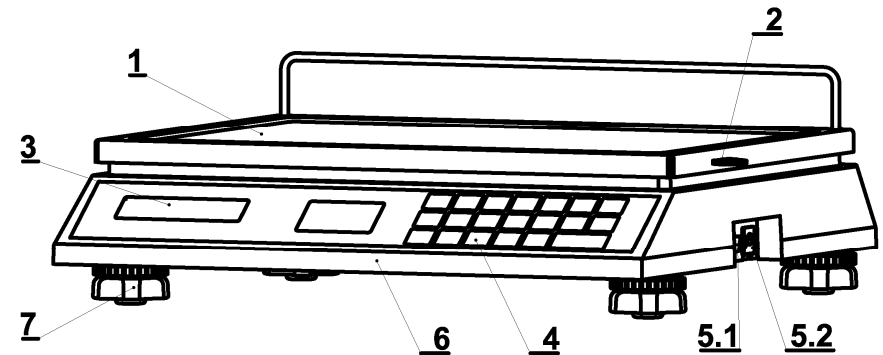
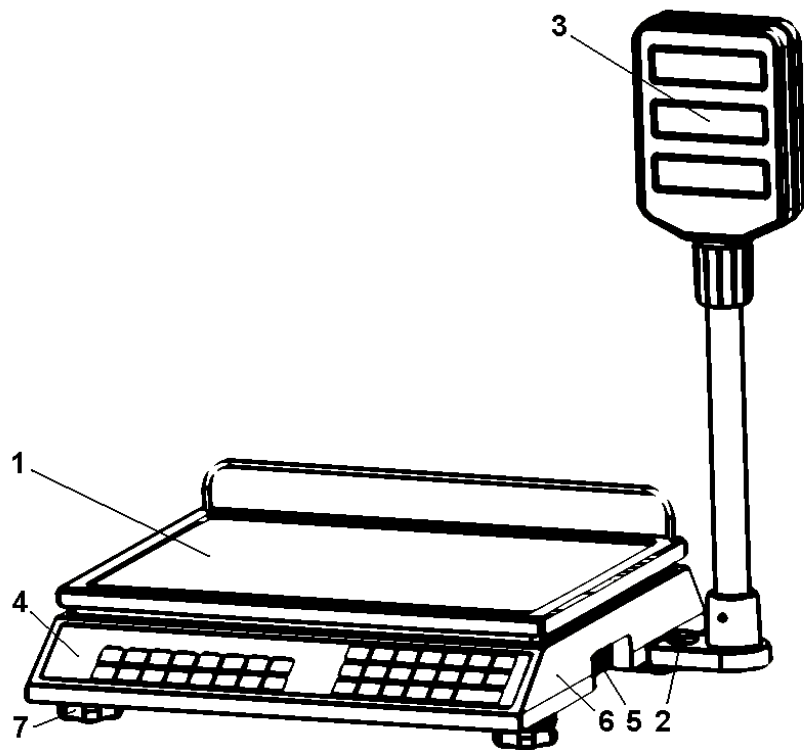

Рисунок 1. Весы торговые электронные "Меркурий 313/314".
Рисунок 2. Весы торговые электронные "Меркурий 315".
2.3.1. Общий вид весов «Меркурий 313/314» приведен на рис. 1, а «Меркурий 315» на рис. 2.